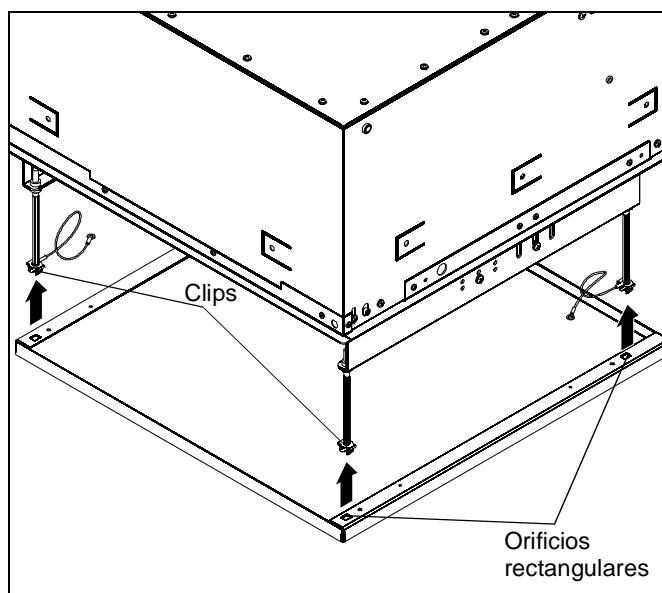

Figura 14
1. Alinee los orificios rectangulares del panel de techo con los clips ubicados en el extremo de las varillas y coloque el panel de techo. (Consulte la Figura 14).